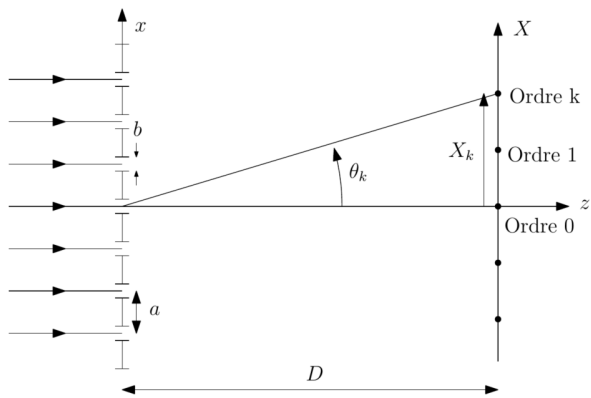

Figure 17 – Mesures
- ✘ On mesure la position des différents ordres X_k (voir figure 17).